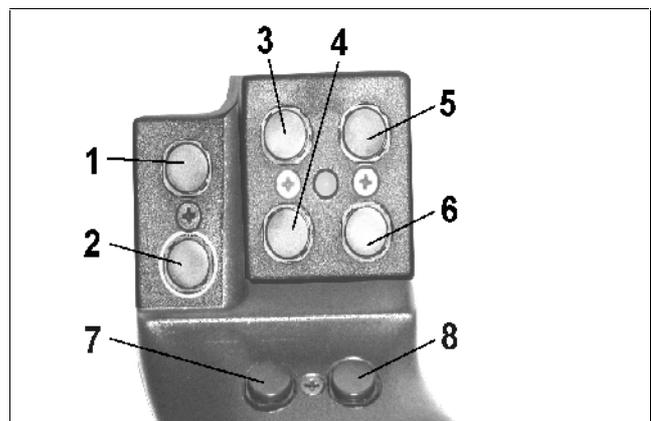
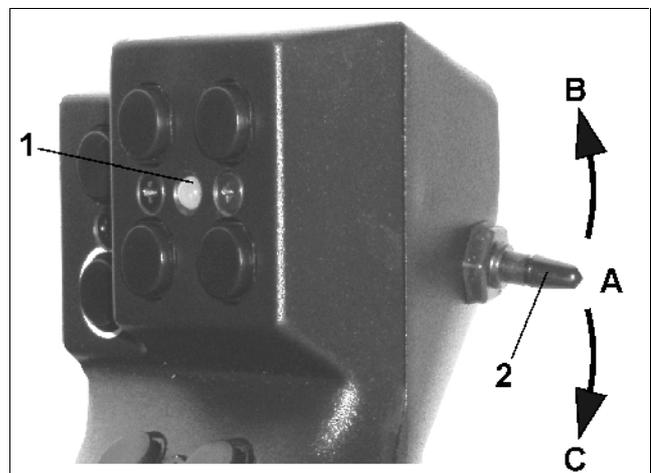

Fig. 62
Fig. 63
For at kunne betjene **AMATRON⁺** har Joysticket (Fig. 62) 8 taster (1 - 8) til rådighed. Derudover kan tasterne aktiveres tre gange ved hjælp af kontakten (Fig. 63/2).
-  middelstilling (Fig. 63/A) og kan vippes
-  op (Fig. 63/B) eller
-  ned (Fig. 63/C).
Kontaktens stilling bliver vist med et LED-lys (Fig. 63/1).